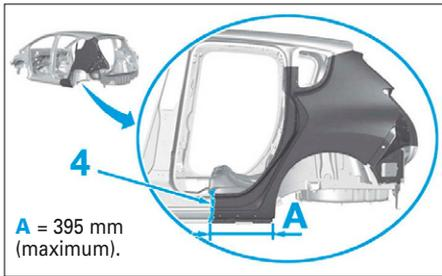

FIG. 164
- Tracer en (4) puis découper (Fig.164).